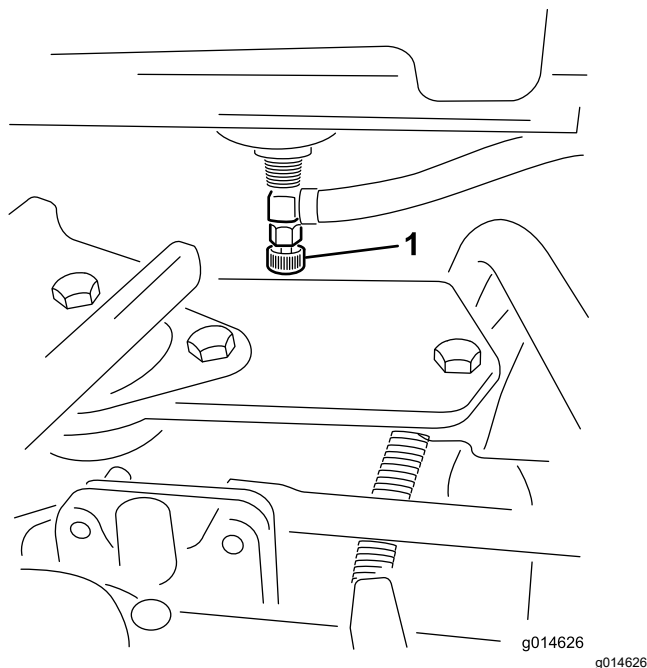

Figura 38
1. Cierre la válvula de cierre del combustible (**Figura 38**), situada debajo del depósito de combustible.